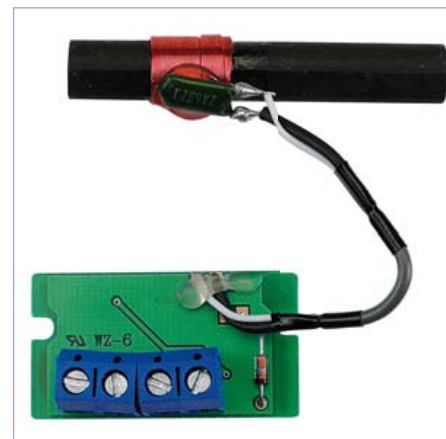

Bild 3. Für die genaue Zeitsynchronisation wird ein DCF77-Empfängermodul verwendet, das auf dem bewährten Temic-DCF77-Empfänger-IC basiert.
An K4 wird das DCF-Modul angeschlossen. Der Anschluss ist für das bekannte Conrad-DCF77-Empfängermodul BN 641138 (Bild 3) ausgelegt, zum Vergleich der Daten stehen auf der Conrad-Website Datenblatt und Schaltplan zur Verfügung. Es werden nur die Anschlüsse 1 bis 3 des DCF77-Empfängers mit Pin1 bis Pin3 von K4 verbunden, der Anschluss 4 des DCF-Moduls (invertierter Ausgang) wird nicht verwendet. Pin 4 von K4 ist mit PD5 des ATmega verbunden und liefert ein Enable-Signal (der Autor brauchte es für ein anderes Modul).
Bild 3. Alle Teile richtig angeordnet, noch ohne Vakuum. Man achte auf das Klebeband (A) und die Klebung des Schlauchs (B). Das andere Ende der Tasche (C) muss nach dem Einlegen der Platine nicht verklebt werden. Es dichtet sich bei Vakuum selbst ab.
In **Bild 3** sieht man das Resultat des Autors. Es sind natürlich auch andere Ausführungen denk- und andere Klebstoffe verwendbar. Die Platine muss bei der gezeigten Tasche dicht am Schlauchende platziert wird, damit die Luft nicht nur um das Schlauchende herum entfernt wird und die Platine ohne ausreichendes Vakuum verbleibt. Ist die Platine gut platziert, kann der Schlauch mit der Pumpe verbunden werden. Sollte sich die Platine nicht nahe genug am Schlauchende anordnen lassen, muss man mit einer Art Hilfsluftkanal nachhelfen. Hierzu legt man ein Stückchen Draht oder einen etwas dickeren Woll- oder Baumwollfaden mit 2...3 mm Stärke vom Schlauchende bis zum Platinenrand. Auf diese Weise entsteht an den Kanten der Platine ein dünner umlaufender Luftkanal, der dafür sorgt, dass sich die Luft gut und gleichmäßig absaugen lässt (siehe **Bild 4**). Der Hilfsluftkanal muss also nicht zwingend hohl sein, denn in den seitlichen Hohlräumen der nicht vollständig an einem Draht anliegenden Plastikfolie findet die Luft immer noch ihren Weg.